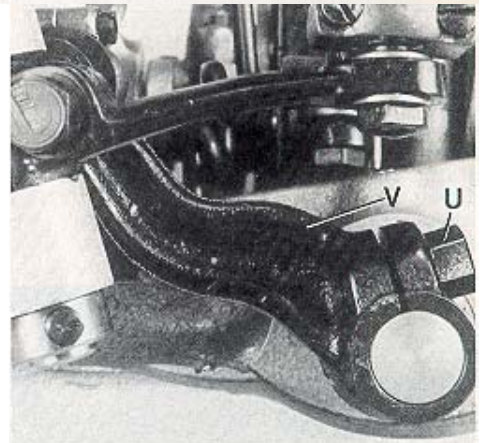

Fig.10
Rotate handwheel in operating direction until the spreader is in its extreme right lower end position. The spreader should not contact any machine parts during its motion. If required loosen clamp screw (U, Fig. 10) in the spreader drive lever (V) and set the lever so that the spreader (F) clears at all points. Retighten clamp screw.
Gire el volante en dirección de operación hasta que el spreader superior esté en su posición extrema inferior. El spreader no debe tocar ninguna parte de la máquina durante esta operación. Si es necesario, afloje el tornillo de sujeción (U, Fig. 10) en la palanca (V) y ajústela de manera tal que el spreader superior (F) no toque ninguna de estas piezas. Apriete el tornillo de sujeción.